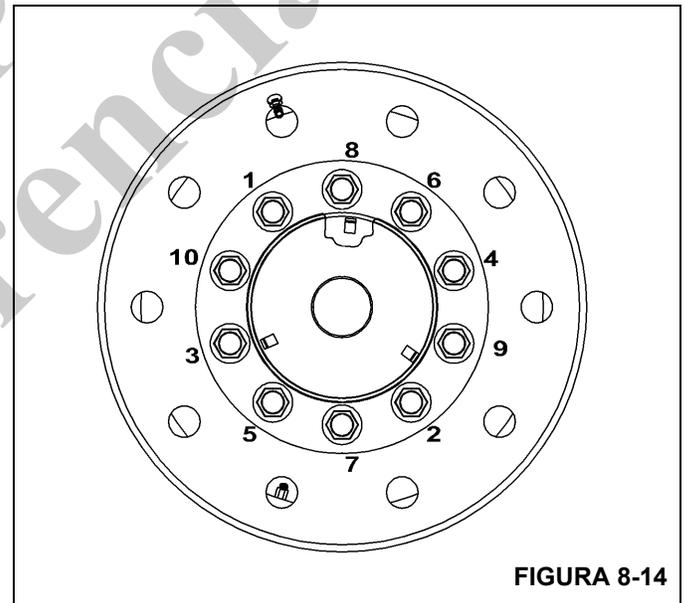

FIGURA 8-14
4. Alinee la rueda exterior de aluminio de manera que la extensión de la válvula de la rueda interior pase por el agujero provisto para ella. (En la Figura 8-14, el agujero mencionado se encuentra entre el espárrago rotulado "5" y el "7".) Coloque la rueda exterior en los espárragos de montaje. Tenga cuidado de no dañar los espárragos.
8. Apriete las tuercas de rueda en la secuencia mostrada, a un par de apriete preliminar de 68 Nm (50 lb-pie) (vea la Figura 8-14).
9. Continúe apretando las tuercas en secuencia hasta que las 10 queden apretadas a un par de 610 a 678 Nm (450 a 500 lb-pie) (vea la Figura 8-14)